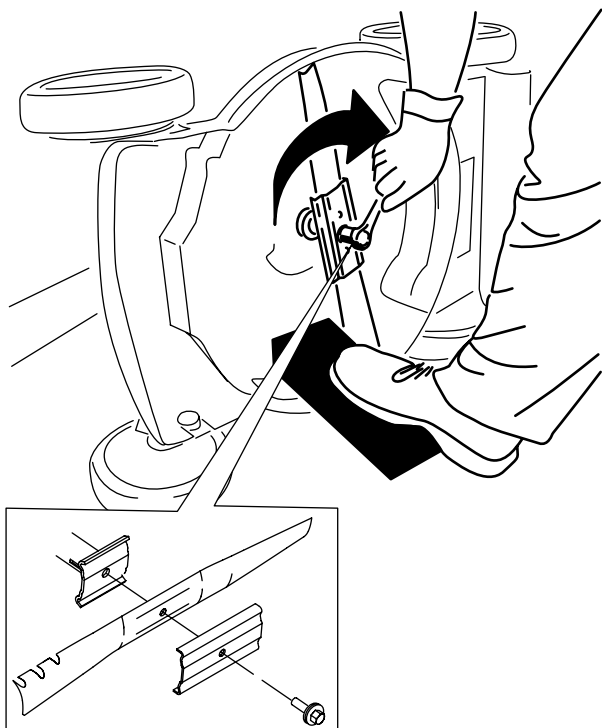

Рисунок 23
5. Установите новый нож, закрепив все крепежные детали (Рисунок 23).